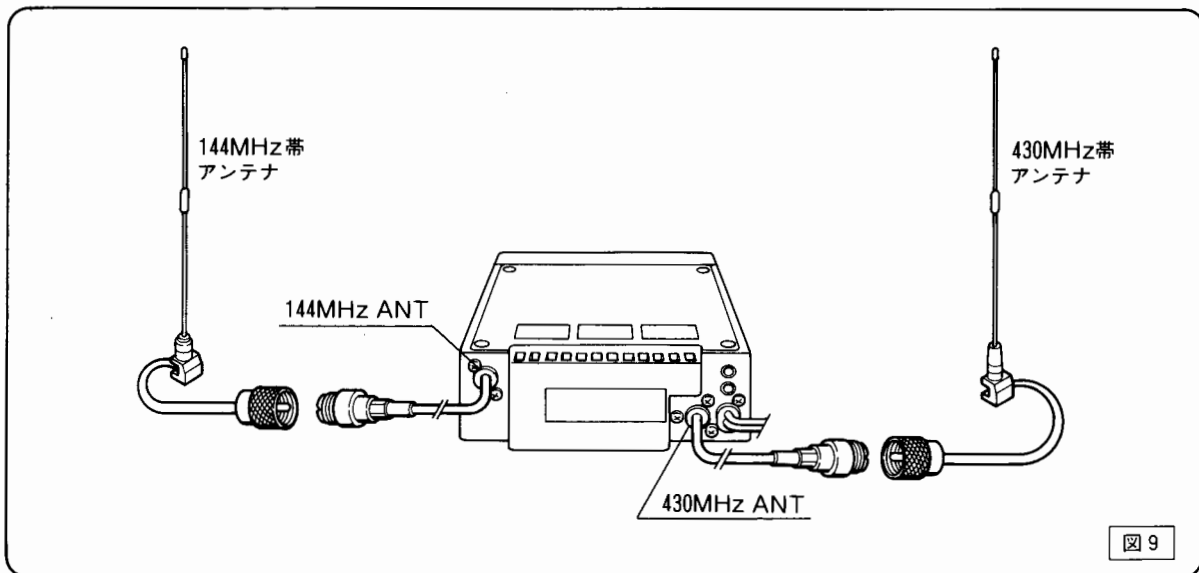

図9
### ① 独立したアンテナに接続する場合 (図9)
- ① C5200, C5200D本体の144MHz用同軸ケーブルに、144MHz帯のアンテナからの同軸ケーブルを接続します。
- ② C5200, C5200D本体の430MHz用同軸ケーブルに、430MHz帯のアンテナからの同軸ケーブルを接続します。